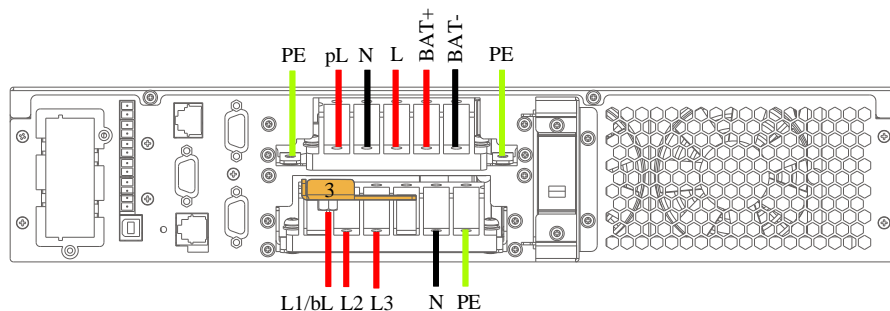

图2-21 接线示意图（三进单出、主旁同源）
4. 将短接铜排 3 接在输入火线端子（L1）、旁路输入火线端子（bL）上，拧紧固定螺钉。将三相主路输入火线穿过过线孔，然后将火线 L1 接到铜排 3 的螺钉孔上，火线 L2、L3 分别连接到 UPS 输入输出端子排上的输入火线端子（L2、L3）；将主路输入中线和输入地线穿过过线孔，分别连接到 UPS 输入输出端子排上的输入中线端子（N）、输入地线端子（PE）上，并拧紧固定螺钉。如图 2-21 所示。
5. 如图 2-21 所示，将输出火线、输出中线和输出地线穿过接线盒上盖的过线孔，然后分别连接到 UPS 输入输出端子排上的输出火线端子（L）、输出中线端子（N）和输出地线端子（PE）上，并拧紧固定螺钉。